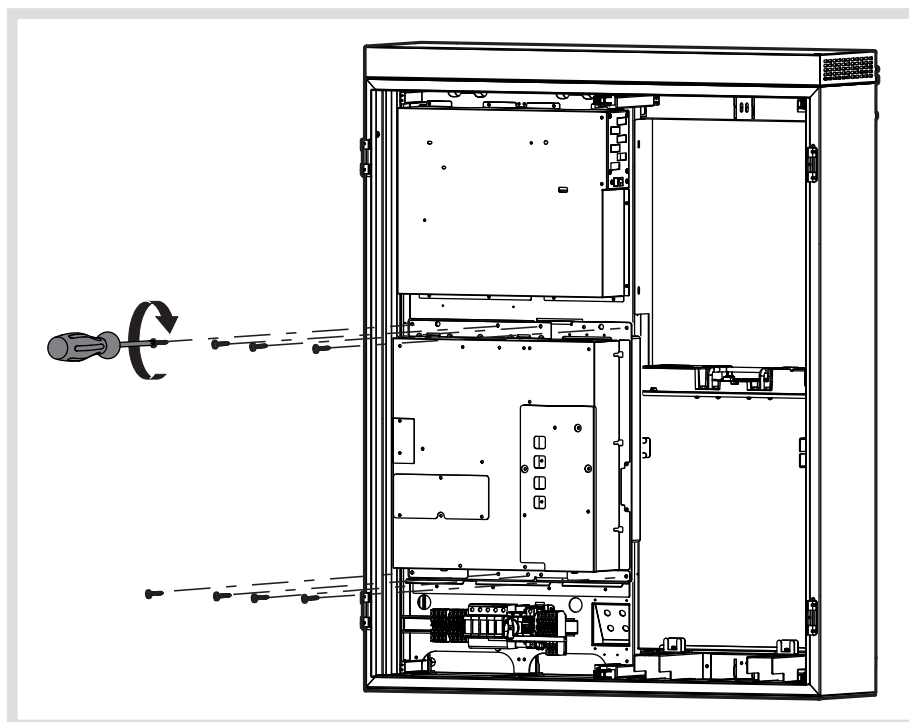

Bild 19: Wechselrichter mit Schrauben befestigen
- Wechselrichter nach oben klappen, seitlich justieren und mit den beiliegenden 8 Befestigungsschrauben Torx 25 befestigen (Bild 19).